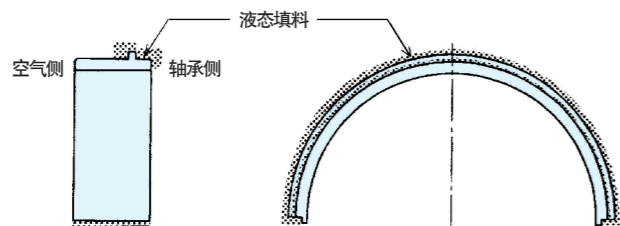

图12 在上侧用迷宫环上涂抹液态填料
(2)用清洗液脱去上侧用(无缺口)迷宫环整个表面的油脂, 在图12的阴影部分均匀涂抹一层薄薄的液态填料。